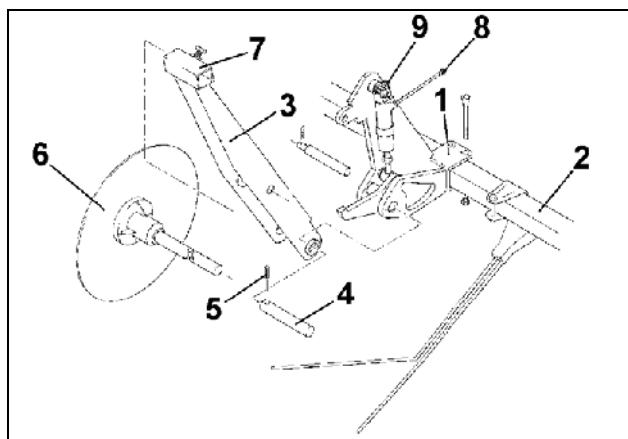

Fig. 33
- to bærearmer (Fig. 33/1) monteres på eksaktdækstriglen
- Holderne til sporskiverne (Fig. 33/3) fæstnes med bolte (Fig. 33/4) og sikres med stifte (Fig. 33/5)
- Sporskiverne (Fig. 33/6) stikkes ned i holderne (Fig. 33/3) og klemmes fast med stålbolte (Fig. 33/7).
- Hydraulikslangerne (Fig. 33/8) tilsluttes begge hydraulikcylindre (Fig. 33/9) og sammen med hydraulikcylinderen til køresporsskiftet tilsluttes de til fordelerhovedet på den elektro-hydrauliske ventil.